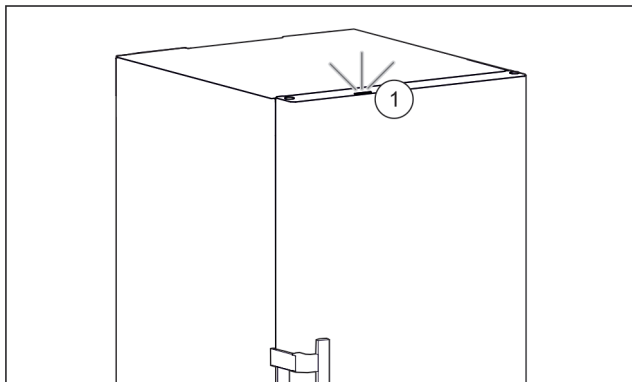

Fig. 56 Aktivní stavové světlo při zavřených dveřích
- ▷ Stavové světlo Fig. 56 (1) je aktivované.